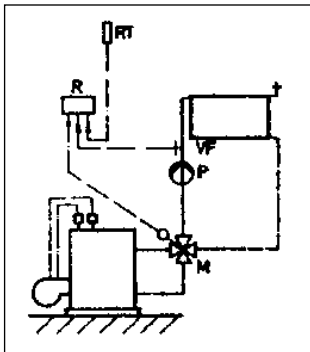

Bild 2
12. Welches Organ ist in der in Bild 2 dargestellten Grundausstattung einer Testraumregelung nur indirekt an dem geschlossenen Wirkungsablauf beteiligt?
13. Welches Organ der in Bild 2 dargestellten Testraumregelung übernimmt die Aufgabe „Messen“?
14. Welches Organ der in Bild 2 dargestellten Testraumregelung übernimmt die Aufgabe „Vergleichen“?